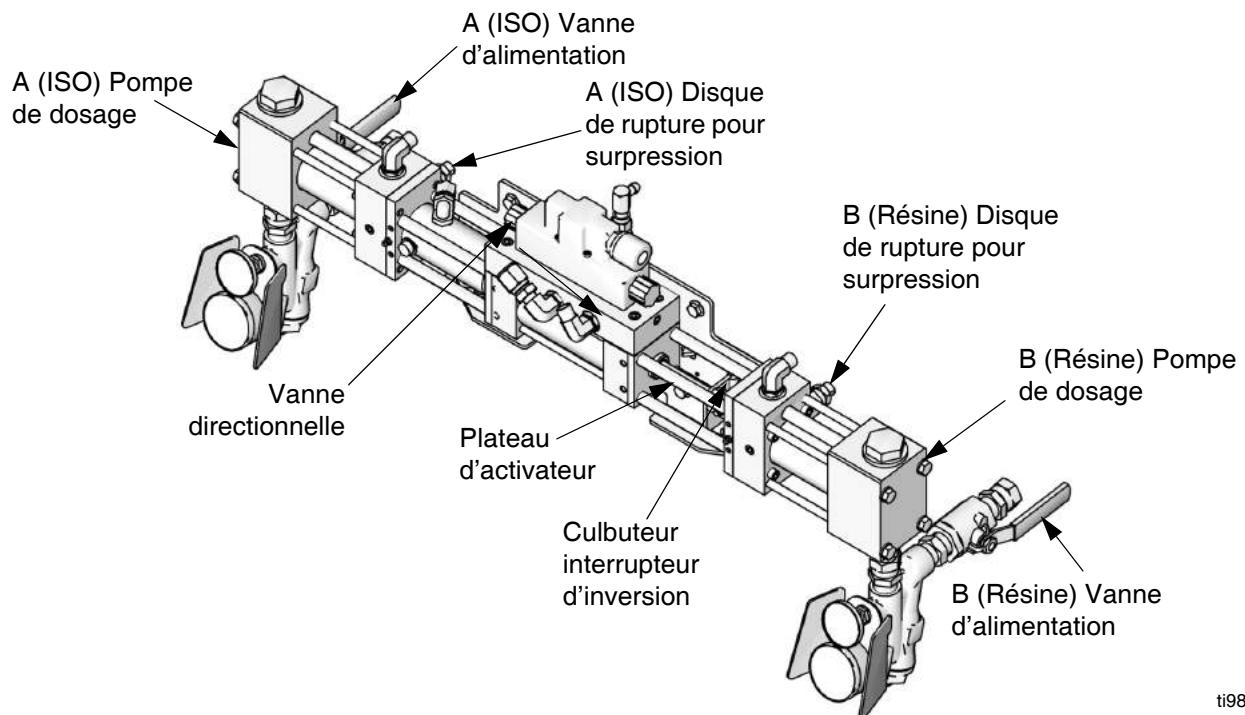

FIG. 1. Système de dosage
1. Pour que les pompes de dosage changent de direction, le plateau d'activateur (219) doit être au contact du culbuteur pour actionner l'interrupteur d'inversion (210). Contrôler si le plateau d'activateur, le culbuteur ou l'interrupteur d'inversion ne sont pas faussés ou desserrés. Consultez la FIG. 1, page 26 ainsi que le schéma des pièces de la page 59.
2. Vérifiez la fonction de la vanne directionnelle. Les témoins d'indication de direction doivent s'activer et se désactiver en fonction de la position du commutateur d'inversion (210). Les DEL D19 et D20 (à côté du commutateur d'inversion J5 de la carte du moteur) doivent s'allumer alternativement en fonction de la position du commutateur d'inversion.